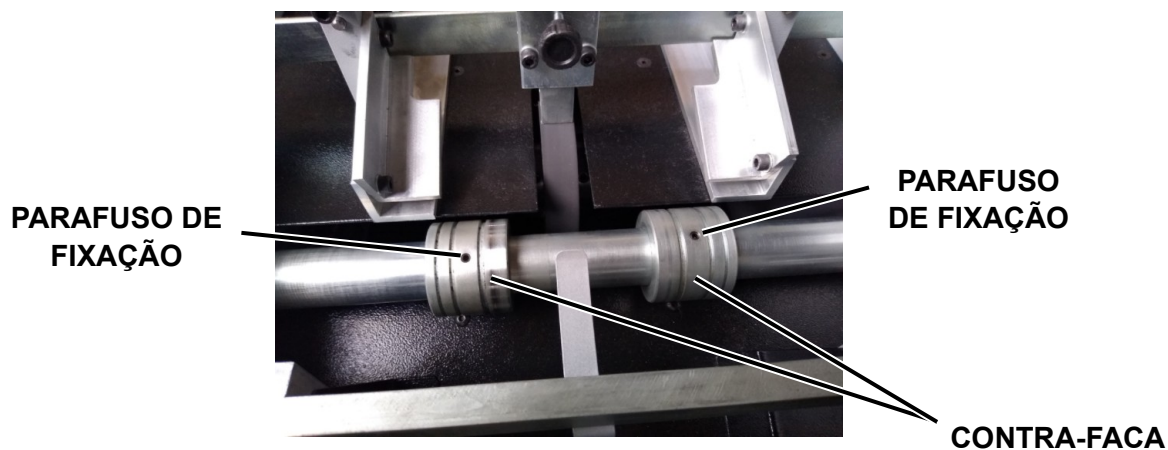

Figura 8
4.5 – Ajustar a contra-faca: para regular a posição da contra-faca, solte o parafuso de fixação localizado no centro da mesma, como mostra a Figura 8, utilizando uma chave Allen de 2,5 mm. Movimente-a até a posição desejada e aperte o parafuso novamente.